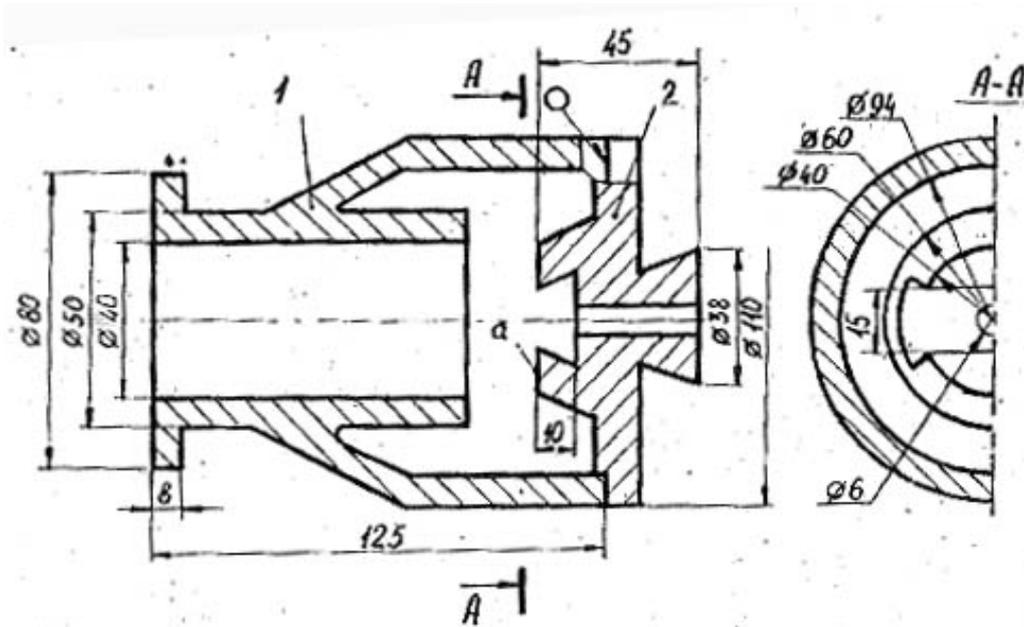

Рис. 5. Учебный узел 5
*Рис. 5.* Получить литьем заготовку детали 1 (материал БрА9Мц2Л, производство единичное), припуски нанести на торцы детали, поверхности диаметрами 40 и 94 мм. Заготовку детали 2 (материал безоловянная бронза, производство массовое) выполнить горячей объемной штамповкой, припуски наносятся на все поверхности детали. Обработать резанием поверхность "а", паз "ласточкин хвост", отверстие диаметром 8 мм детали 2. Сварить детали 1 и 2, производство единичное. На какие виды делится газосварочное пламя по соотношению кислорода к ацетилену?